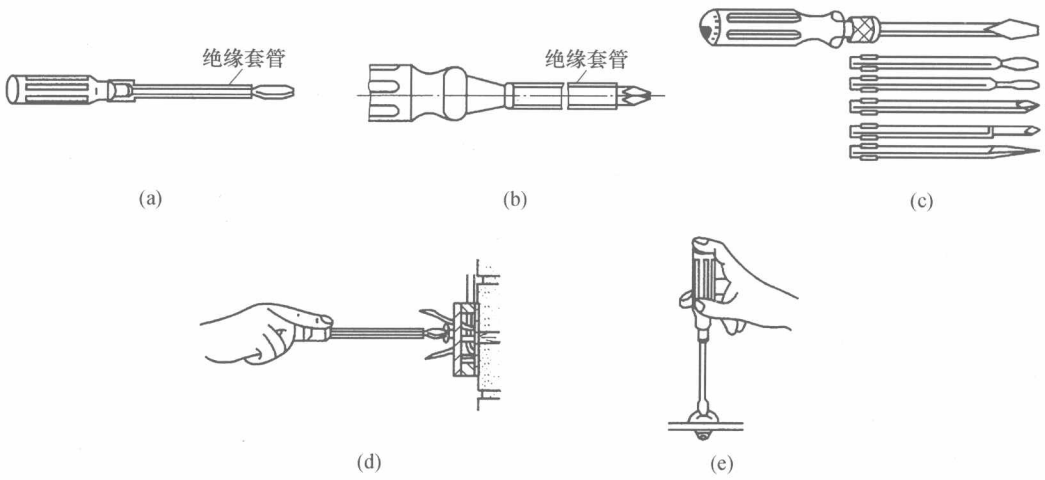

图 1-5 常用螺丝刀的外形和使用方法
部的形状有一字形和十字形两种;按握柄所用的材料有木柄和塑料柄两种。电工多采用绝缘性能较好的塑料柄螺丝刀。常用螺丝刀的外形和使用方法如图 1-5 所示。
(1) 根据螺丝钉的大小、规格选择合适的螺丝刀;(2)使用时应手握刀柄,将刀口对准并压紧螺丝钉向左或者向右旋动,如图 1-5(d)、(e)所示;(3)不能使用穿心螺丝刀;(4)螺丝刀不能当凿子用。